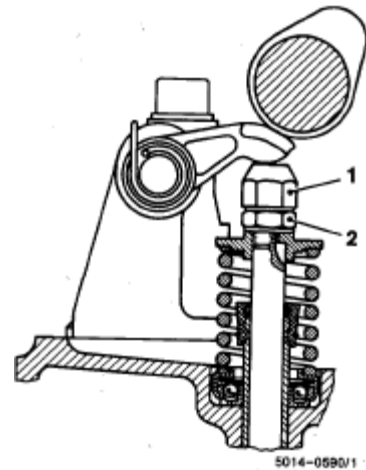
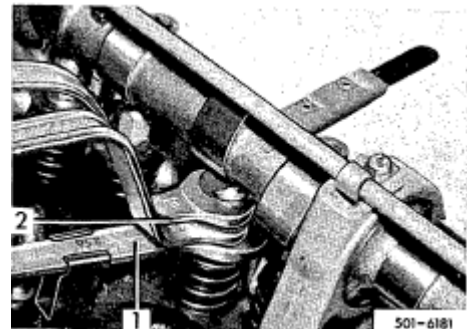

Fig 03
Fig 04
2. Kontroller at mutrene (fig 03/1 og /2) er i orden og fast tiltrukket.
3. Sett holdenøkkelen (fig 04/1) over sekskanten på ventilfjærbrikken. Holdenøkkel 615 589 00 0300
4. Hold fast justermutteren (fig 03/1) med den ene justeringsnøkkelen (fig 04/2) og løsne låsemutteren (fig 03/2) med den andre nøkkelen. Justeringsnøkkel 615 589 00 01 00